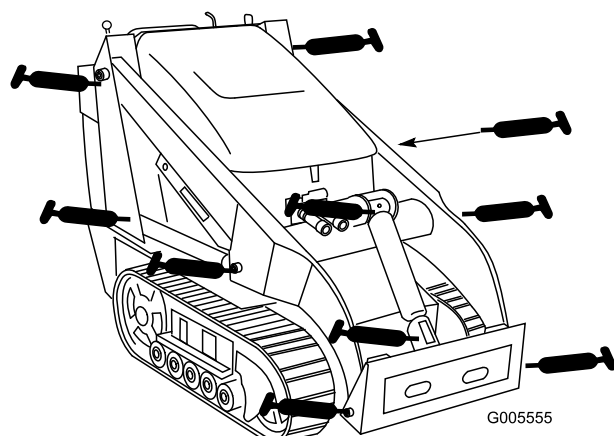
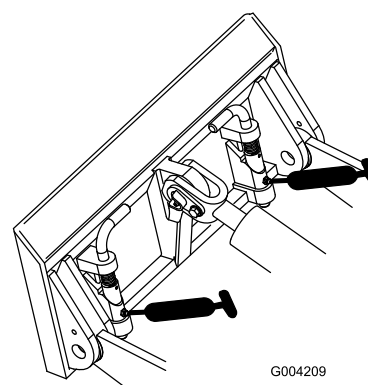

Figure 34
Figure 35
4. Raccordez une pompe à graisse à chaque graisseur (Figure 34 et Figure 35).